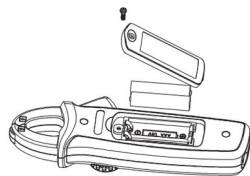

Figura 6
2. Reemplazo de Baterías (Ver Figura 6)